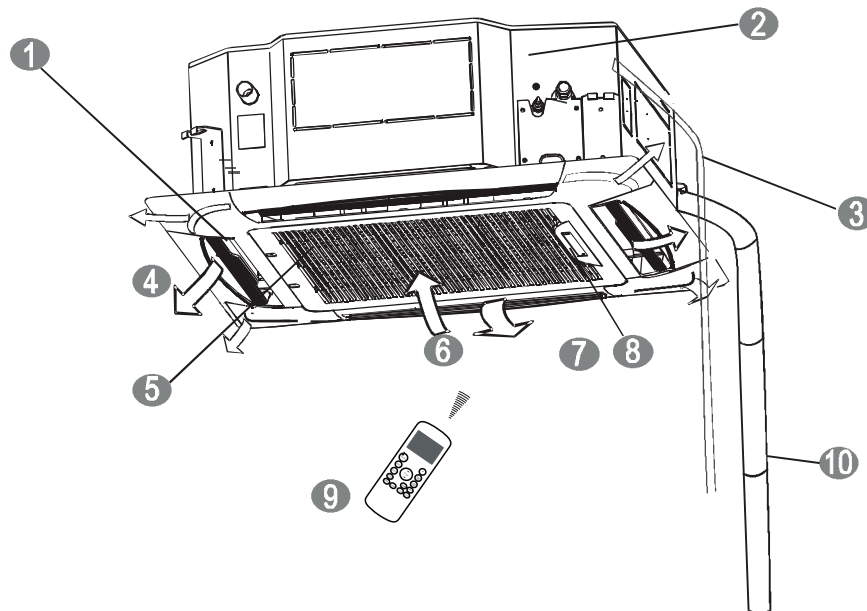

Figure 1 – Liste de pièces
- La figure 1 est uniquement représentative. D'autres modèles peuvent présenter de légères différences.